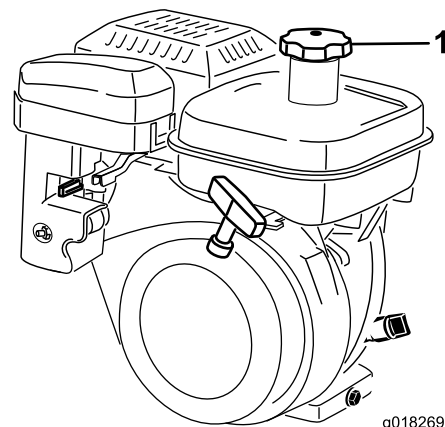

Bild 22
1. Reinigen Sie den Bereich um den Tankdeckel und nehmen den Deckel ab (Bild 22). Füllen Sie den Kraftstofftank nur bis zur unteren Kante des Filtergitters mit bleifreiem Benzin. Füllen Sie nicht zu viel ein.